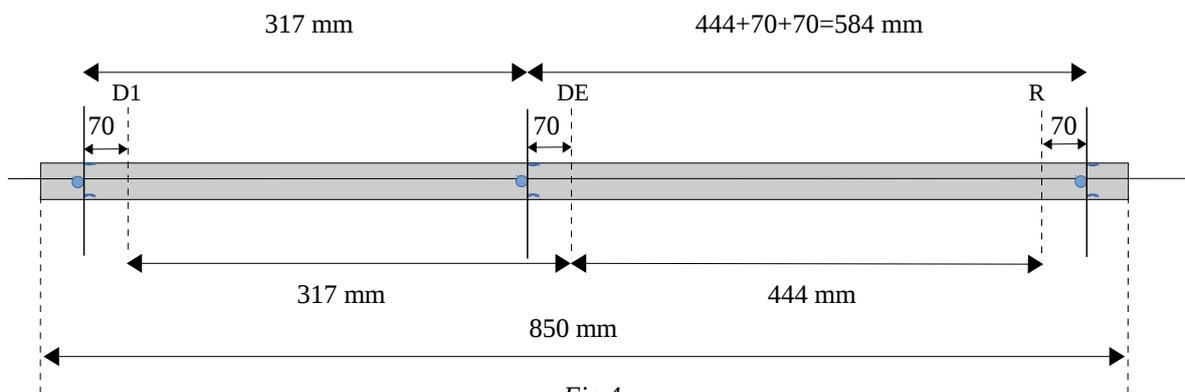

Fig.4
Dopo il tiraggio della mezzeria longitudinale lungo il tubo, bisogna tracciare la mezzeria delle crociere per le diagonali, rispettando le misure della spaziatura relativa sul boom, tenendo conto che le diagonali dovranno effettuare un arco la cui freccia risulti di 70 mm sul tubo, vedi la Fig.4.
effettuata una cocca con profondità di 5 mm, vedi Fig.8. Al fine di ottenere, come da Fig.4, la spaziatura effettiva degli elementi con una freccia di 70 mm, le rispettive lunghezze dei tubi per le diagonali sono riportate nella Tab.1, dove è specificata anche la lunghezza del filo elettrico da 1.5 mm² per formare il loop del riflettore (R), il loop attivo (DE) e il primo direttore (D1):